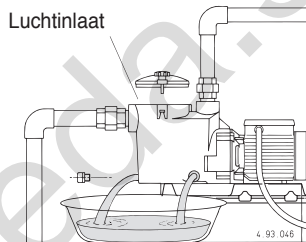

Fig. 4 Aftappen
**Wanneer de pomp voor langere tijd stil staat of als er gevaar is voor vorst, moet de pomp geheel geleegd worden** door de twee aftappluggen met de afdichtingsringen (die weer gebruikt kunnen worden) los te draaien (fig. 4).
Voor demontage het pomphuis aftappen (zie fig. 4 en paragraaf 12.). Voor demontage en montage goed de onderdelentekening bestuderen (paragraaf 15.).